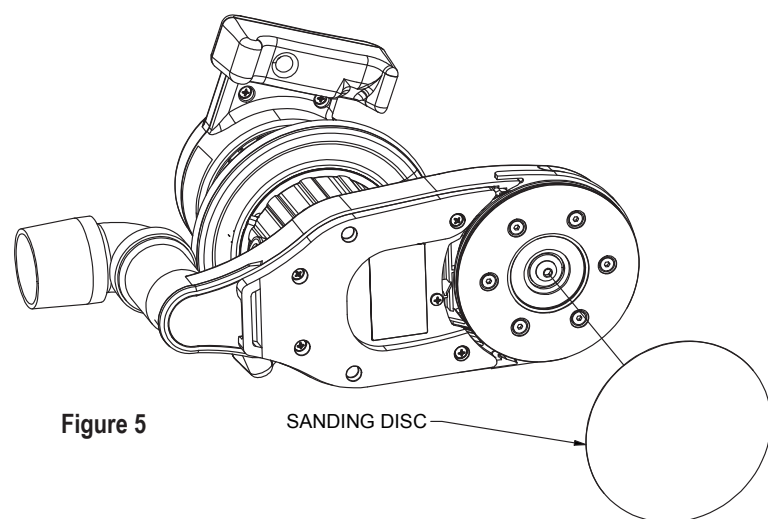

Figure 5
2. La machine accepte uniquement les disques abrasifs à crochets et à boucles. Lors de l'installation du disque abrasif, veillez à centrer le disque sur l'outil de pose dépose (Figure 5).